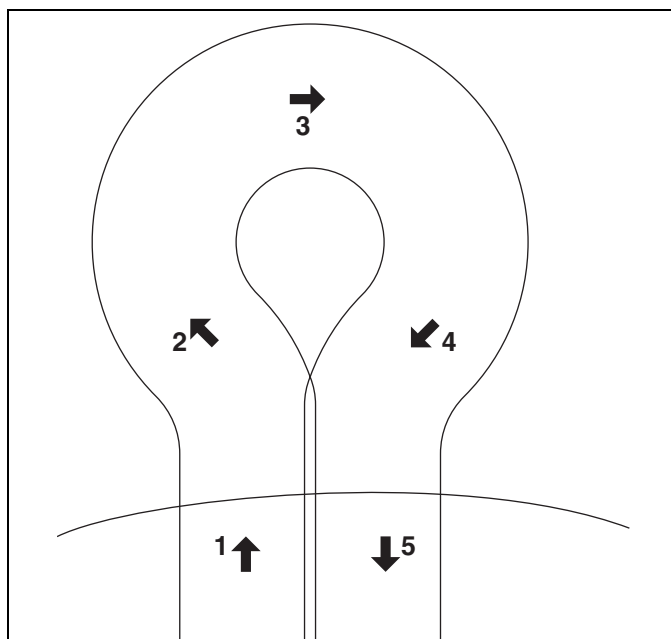

Figura 6E
- e. Para girar a la derecha, gire el cortacésped ligeramente a la izquierda (**2**). Cuando se haya movido alrededor de la mitad de su propia anchura ala izquierda, gírelo rápidamente a la derecha (**3 y 4**), guiándolo con la mano derecha. Este método permite girar rápidamente en pocos pasos. [Figura 6E]